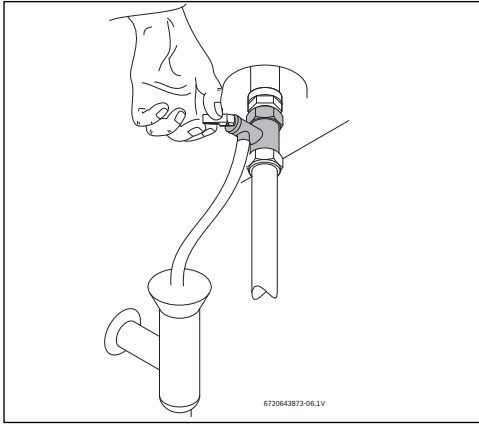

Fig. 12 Apertura manual de la válvula de seguridad
- ▶ Abra la válvula de seguridad (fig. 12).
- ▶ Abrir manualmente la válvula de seguridad al menos una vez al mes (fig. 12).